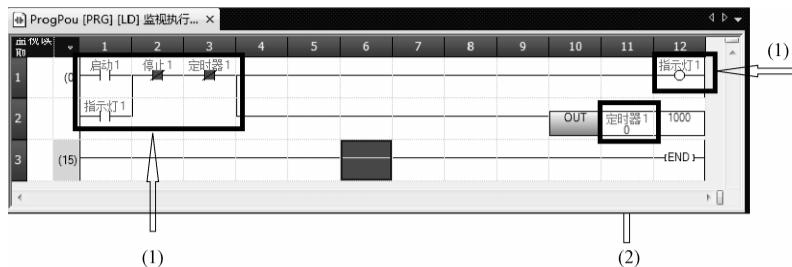
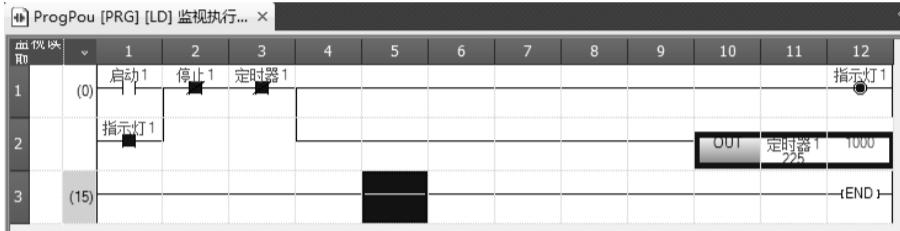

图 1-4-49 程序监视画面 (1)
图 1-4-50 程序监视画面 (2)
b. 确认程序上的触点和线圈的 ON/OFF，以及字软元件和标签的当前值。如图 1-4-49 所示，图中标识为 (1) 的部分为显示触点和线圈的 ON/OFF 状态，标识为 (2) 的部分为显示单字型/双字型数据的当前值。图 1-4-50 所示为监视到的具体画面。
③ 依次单击图 1-4-45、图 1-4-44 里面的“关闭”按钮，结束模拟数据写入。这时原来的程序编辑界面就转化为如图 1-4-49 所示的监视执行状态。
④ 监视过程中，在选择梯形图编辑器单元格的状态下，按下“Shift+双击”或按下“Shift+Enter”，即可更改当前值，出现如图 1-4-50 所示画面。
⑤ 模拟结束，选择“Debug（调试）”→“Simulation（模拟）”→“Stop Simulation（模拟停止）”（或直接单击工具栏的“模拟停止”图标）。